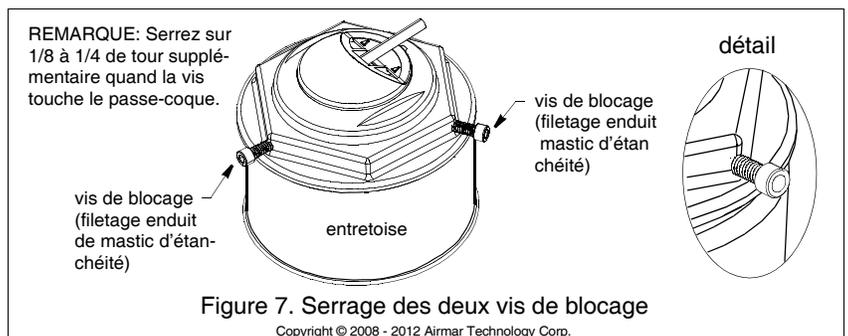

Figure 7. Serrage des deux vis de blocage
4. Immobilisez l'écrou de passe-coque avec les deux vis de blocage fournies (voir Figure 7). Enduisez les vis de blocage de mastic d'étanchéité. Serrez chaque vis de blocage à l'aide d'une clé Allen jusqu'à ce qu'elles touchent le filetage du passe-coque. Poursuivez le serrage sur 1/8 à 1/4 tour afin de maintenir fermement en place l'écrou de passe-coque. *Le non-respect de cette consigne peut provoquer le desserrage de l'écrou de passe-coque.*